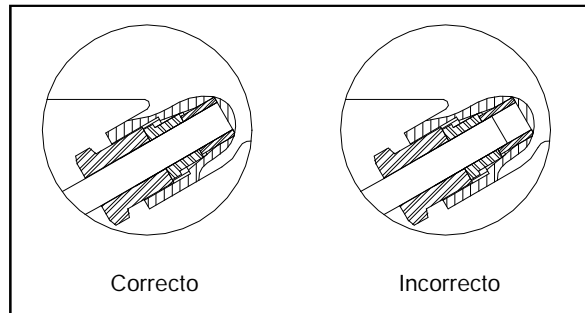

Figura 26: Posición adecuada – Tubo de fluidos o manguera de fluidos
4. Continúe deslizando la tubería a través de la conexión y dentro del cilindro. Asegúrese de que esté apoyada en la cámara del cilindro. (Consulte la figura 26.)